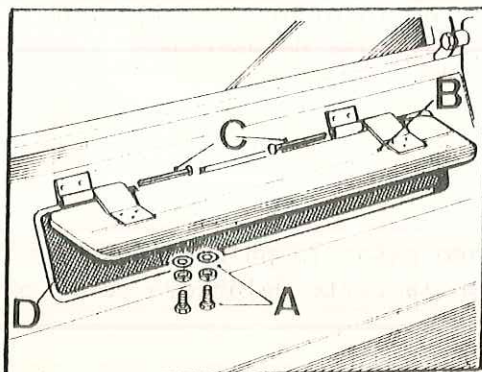

Fig. Q1-31 Desmontaje de clapetas
- 1.1. Soltar los elementos de fijación, A (Fig. Q1-31) y separar la clapeta, B, del mando de accionamiento.
- 1.2. Extraer los pasadores, C (Fig. Q1-31) de las bisagras de las clapetas, B, y retirar éstas.
- 2.1. Realizar el montaje en orden inverso, sustituyendo las juntas de caucho, D (Fig. Q1-31) cuando se precisen.